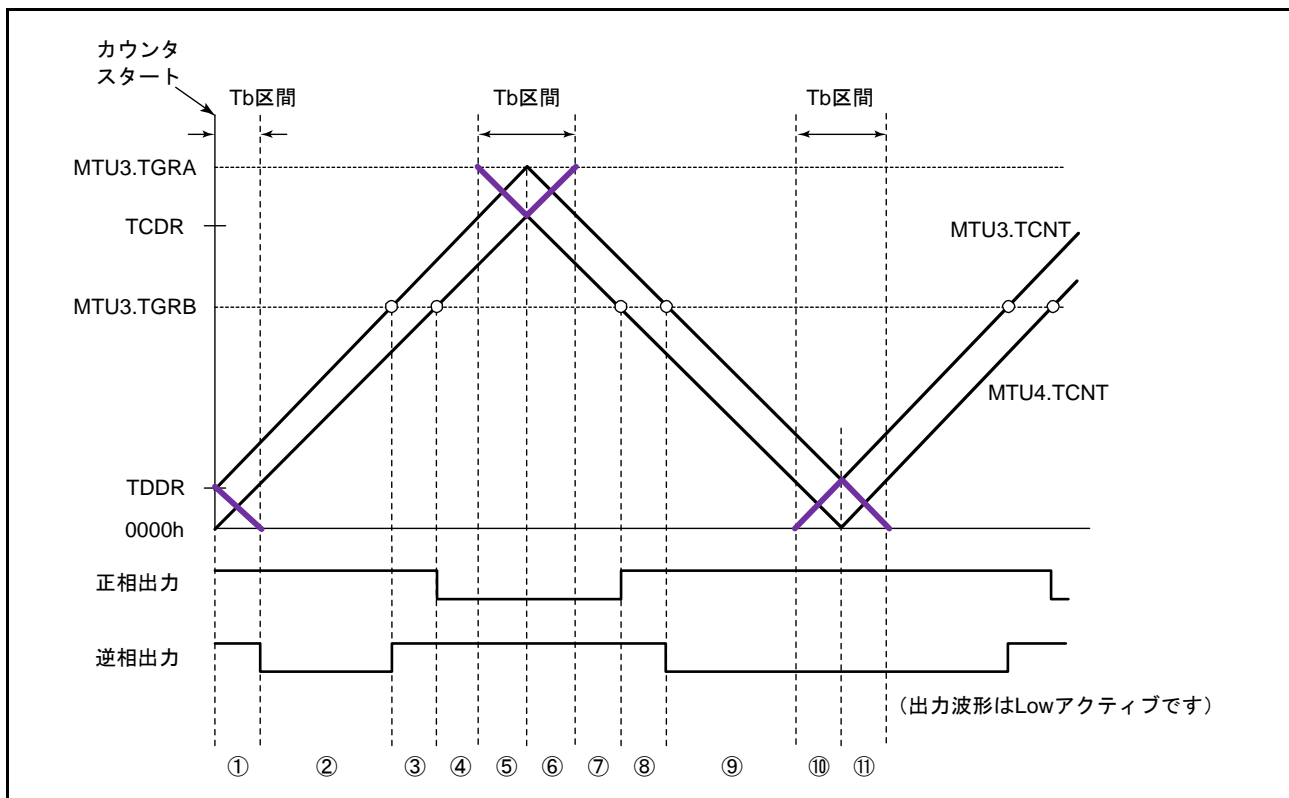

図 21.56 同期カウンタクリアタイミング
WRE ビットを“1”に設定することで初期出力を抑止することができるのは、同期クリアが図 21.56 の⑩、⑪のような谷の T_b 区間に入ってきたときのみです。それ以外のタイミングで同期クリアが起こった場合は、TOCR1 レジスタの OLSN、OLSP ビットで設定した初期値が出力されます。また、谷の T_b 区間であっても、図 21.56 の①で示すカウンタスタート直後の初期出力期間で同期クリアが起こった場合には、初期出力の抑止は行いません。
(図 21.56 のタイミング⑥、MTU の TWCR レジスタの WRE ビット=“1”)
(図 21.56 のタイミング⑧、TWCR レジスタの WRE ビット=“1”)
(図 21.56 のタイミング①、TWCR レジスタの WRE ビット=“1”)